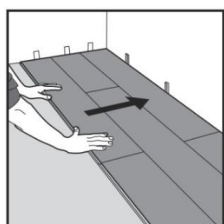

Figura 2
**Opzione 2:** Posizionare una quadrotta come linea guida contro il muro per partire subito con la seconda fila. Togliere la quadrotta guida e spingere tutto contro i distanziatori (v. Figura 2).